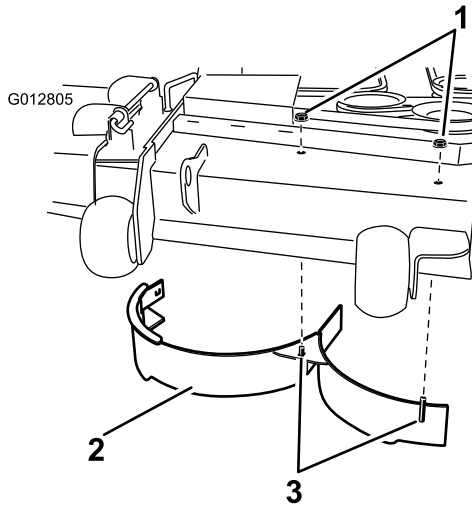

Figura 2
1. Instale el deflector derecho usando 2 tuercas (5/16"), como se muestra en la Figura 2. Apriete las fijaciones a mano.